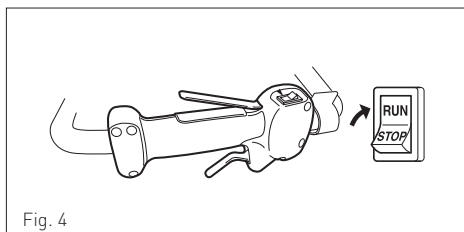

Fig. 4
- (5) Coloque o botão na posição "RUN" para começar, posicione a máquina numa superfície plana e lisa, mantenha a cabeça da máquina longe de qualquer objeto (Fig.4).